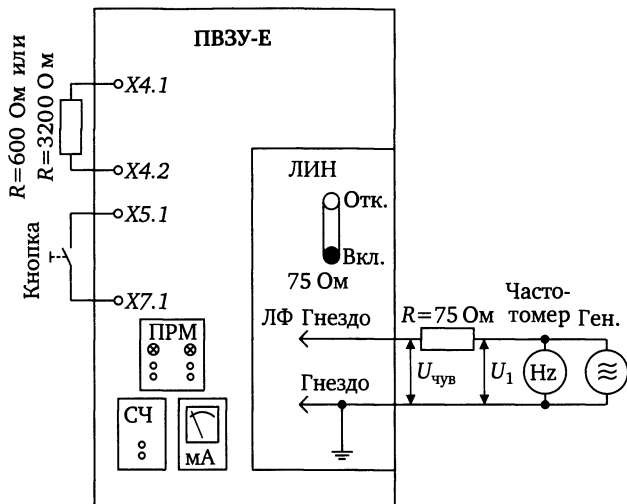

Рис. 3.3
- 1) собрать по рис. 3.3 схему для определения чувствительности и избирательности приемника;